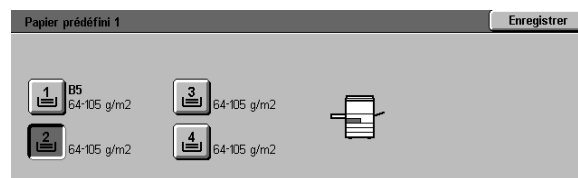

Figure 43 : Écran Magasin prédéfini
- À partir de l'écran Magasin prédéfini, appuyez sur la touche du magasin voulu (voir la figure 43).